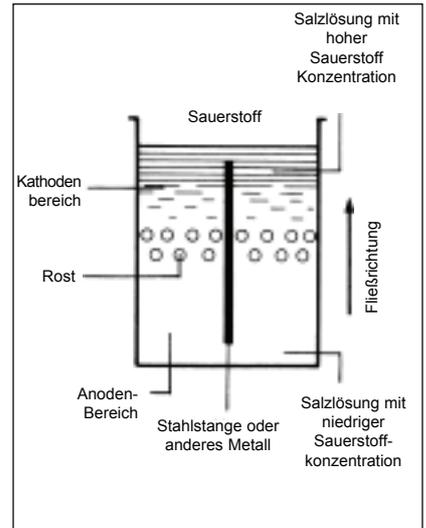

Abb. 3 - Unterschiede in Luft- und Sauerstoffgehalt
- Abb. 3 und 4 - Unterschiede in Luft- und Sauerstoffgehalt.